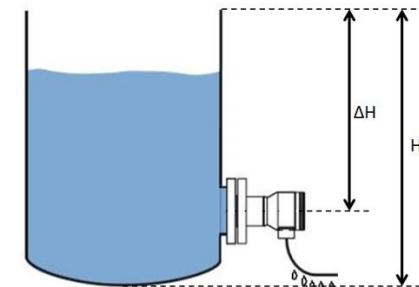

Рисунок 2. Расположение места установки датчика при измерении уровня жидкости.
4.5. Посадочное место для датчика следует предусматривать в максимально нижней точке емкости с измеряемым уровнем жидкости. Датчик показывает воздействие давления гидростатического столба (ΔH) над местом его установки (см. рис. 2.), не учитывая остаточный уровень ($H - \Delta H$).